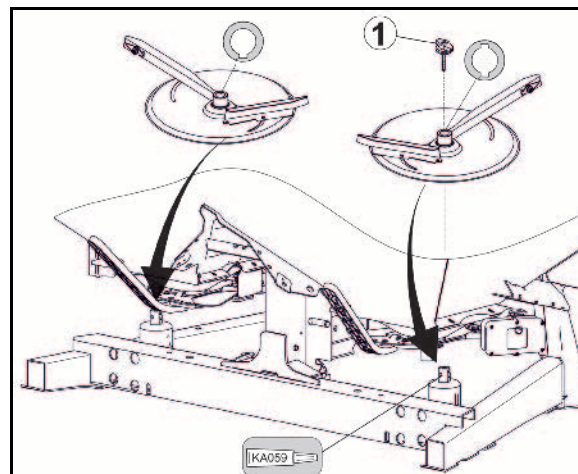

Рис. 58
3. Распределение по краям поля (Рис. 58):